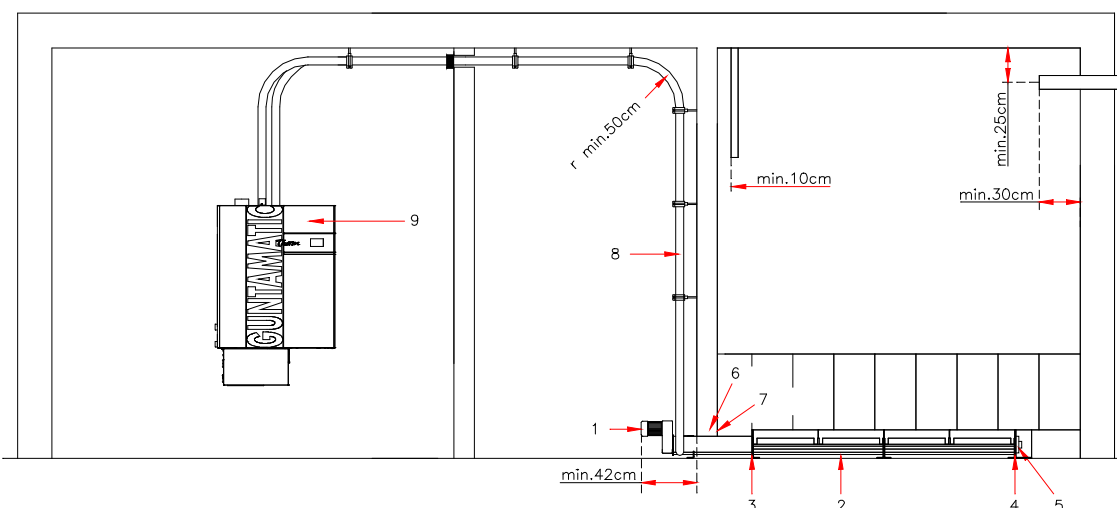

Fig. :2
1. Introduisez l'unité d'entraînement (1) Fig. 2 de la vis d'extraction par l'ouverture du mur du local de stockage.
2. En fonction de la longueur de vis, assemblez les rallonges de vis sans fin y compris les auges (2) Fig. 2 depuis le fond du local de stockage vers l'unité d'entraînement (1) Fig. 2. Assemblez les rallonges de vis de manière à ce que les hélices soient contiguës. Ensuite, vissez fermement ensemble les auges par les brides à l'aide des vis M 8 x 30 (3) Fig. 2 et des rondelles frein. Veillez à ce que les auges soient vissées ensemble sans ressauts intérieurs. Visser le couvercle de fond avec palier d'entraînement (4) Fig. 2 sur la bride à l'extrémité de la vis d'extraction.
3. Désolidarisez la vis sans fin (5) Fig. 2 du palier en desserrant les vis de fixation, puis poussez-la en butée vers l'unité d'entraînement, enfin resserrez les vis au niveau du palier.
5. Disposez la vis sans fin de manière à ce qu'au moins 42 cm de l'unité d'entraînement (voir Fig. 2) dépassent du mur du local de stockage.
6. Vissez l'auge de la vis sans fin sur le sol du local de stockage. L'auge doit être alignée à l'aide des pattes de fixation (E) Fig. 2 et vissée directement au sol droite, sans affaissement ni surélévation.
7. Remplissez l'ouverture du mur (6) Fig. 2 avec de la laine de roche. Fermez l'ouverture avec les tôles de recouvrement (7) Fig. 2 à l'intérieur et à l'extérieur.
1. Raccordez les tuyaux d'aspiration (8) Fig. 2 de l'extracteur du réservoir tampon (9) vers un des manchons de la vis d'extraction. Posez le tuyau d'aspiration du réservoir à la vis avec des rayons de courbure aussi grand que possible.